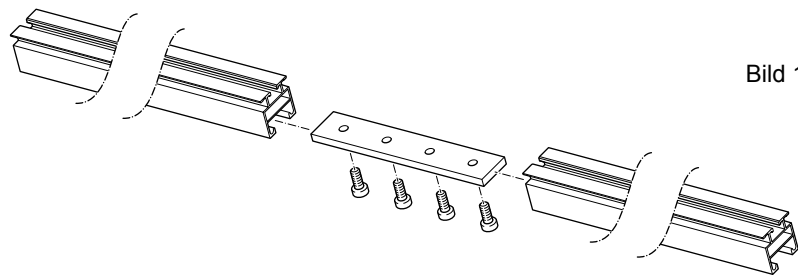

Bild 12
- Je nach Anzahl der Kollektoren sind die Montageschienen ein- oder mehrteilig. Die vorkonfektionierten Schienen sind jeweils mittels Schienenverbinder (ADMV) zu verbinden, siehe Bild 12.